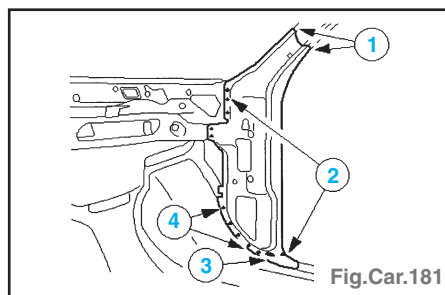

Fig.Car.181
- Tôle intérieure de montant A (Fig.Car.181) :
- ligne de coupe préalable (1),
- fraiser les points de soudure (2),
- meuler le cordon de soudure (3),
- fraiser les points de soudure (deux épaisseurs de tôle) (4).